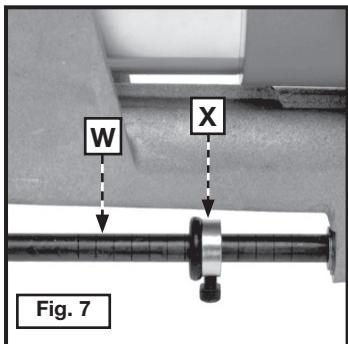

Fig. 7
Mesurez la boîte de serrure à sa partie la plus profonde, y compris l'épaisseur de la face de la serrure, et ajoutez 1/4 po (6.4 mm) à cette dimension pour l'écartement. La profondeur de coupe se contrôle par la tige d'alimentation (W) Fig. 7 qui est marquée en paliers de 1/4 po (6.4 mm). Desserrez le collier (X) et déplacez-le à l'exigence de profondeur déterminée et bloquez en place.